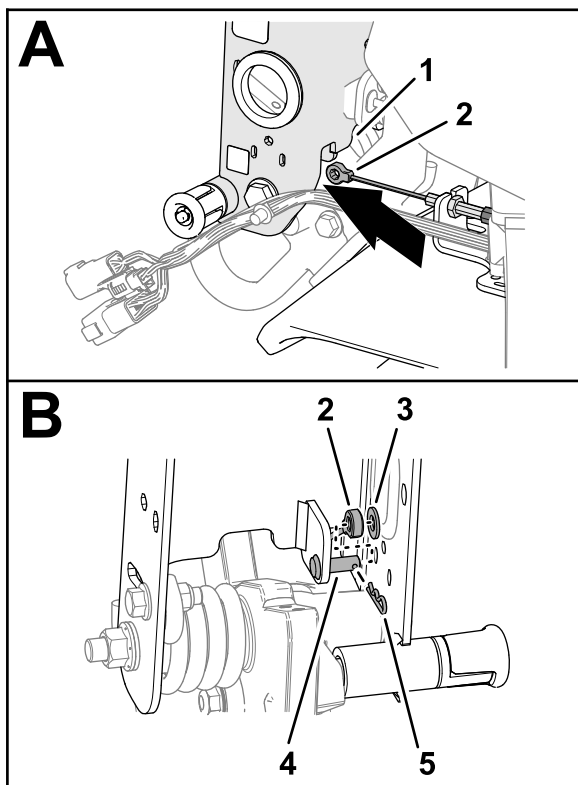

Figura 7
- Instradate l'attacco del cavo del freno sotto alla parte inferiore del canale della maniglia (Figura 7).